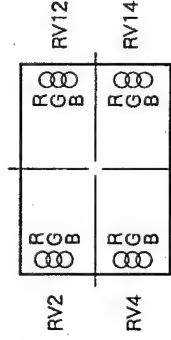

図 1-17
8. DC基板のRV2, RV4, RV12, RV14にて赤・緑・青のドットが重なるように調整する。(図1-17参照)